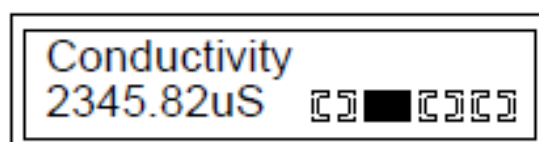

fig.4
In modalità "Lettura" nella prima linea apparirà il tipo di strumento collegato, mentre nella seconda riga la lettura in valore scalato. I quadratini in basso a sinistra rappresentano i quattro relè in uscita; quando un relè è segnato con un rettangolo nero, significa che il relè è attivo. Per esempio nella fig. 4 il secondo relè è attivo.
- Premendo il tasto "DISPLAY" in qualsiasi posizione all'interno del menu si torna alla visualizzazione iniziale (fig.4).